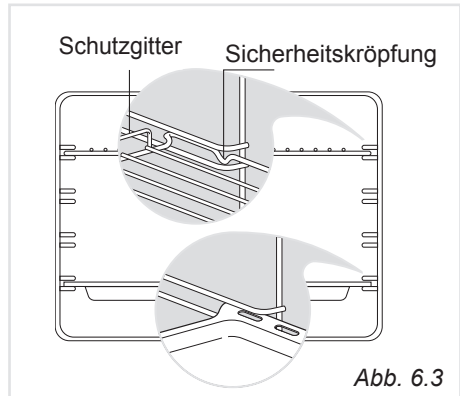

Abb. 6.3
- Führen Sie die Fettpfanne und den Grillrost zwischen die Schienen der Seitenhalterungen ein, wie in Abb. 6.3 dargestellt.